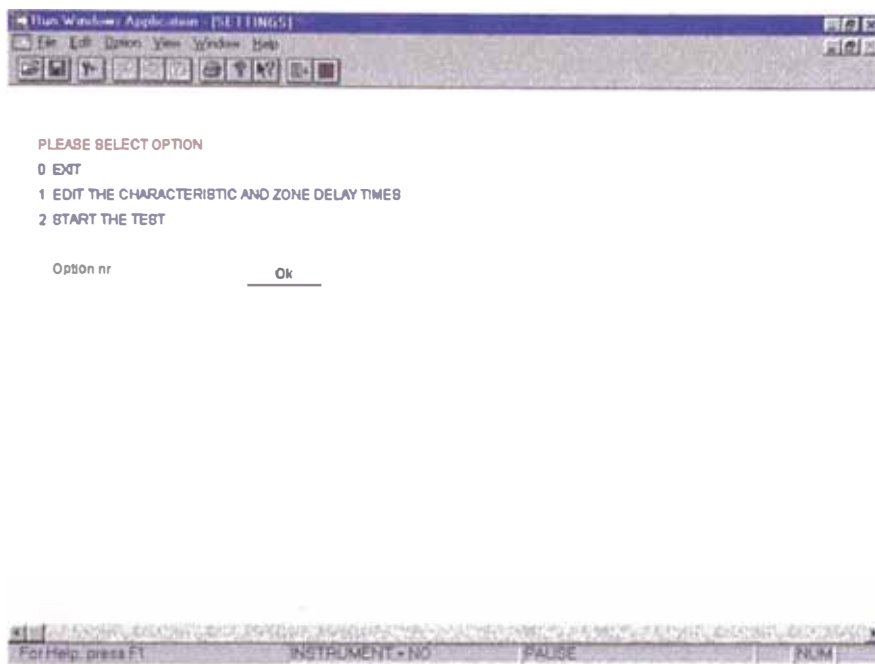

Figura IV.21
- Luego aparecerá una segunda página donde uno indicara si desea empezar la prueba o primero editar la curva del relé. (Figura IV 21)